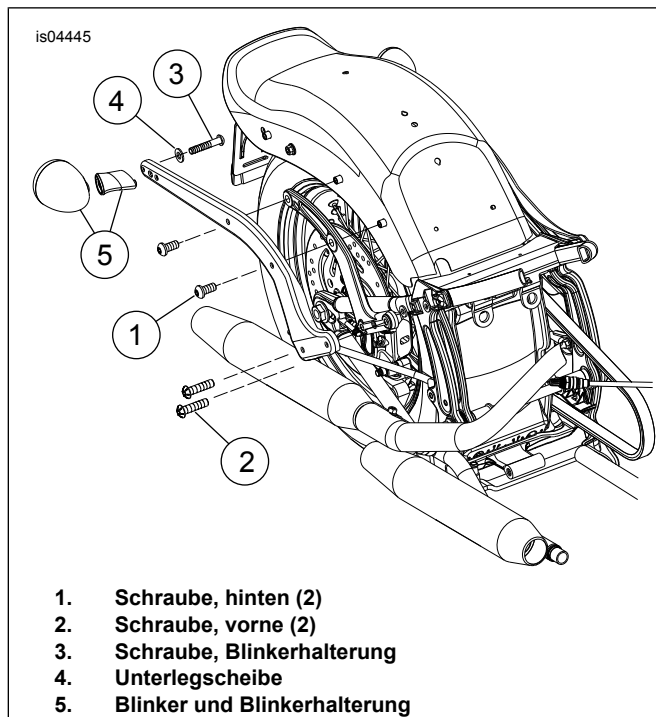

Abbildung 4. Schutzblechstützen-Befestigungsteile
6. Siehe Abbildung 4. Die hinteren Schrauben (1) von der Schutzblechstütze entfernen.
7. Die zwei vorderen Schrauben (2) an der Schutzblechstütze lockern, aber nicht entfernen.
9. Die Blinker-Befestigungsteile (3, 4) von der Schutzblechstütze ausbauen; anschließend den Blinker von der Befestigung (5) abnehmen.